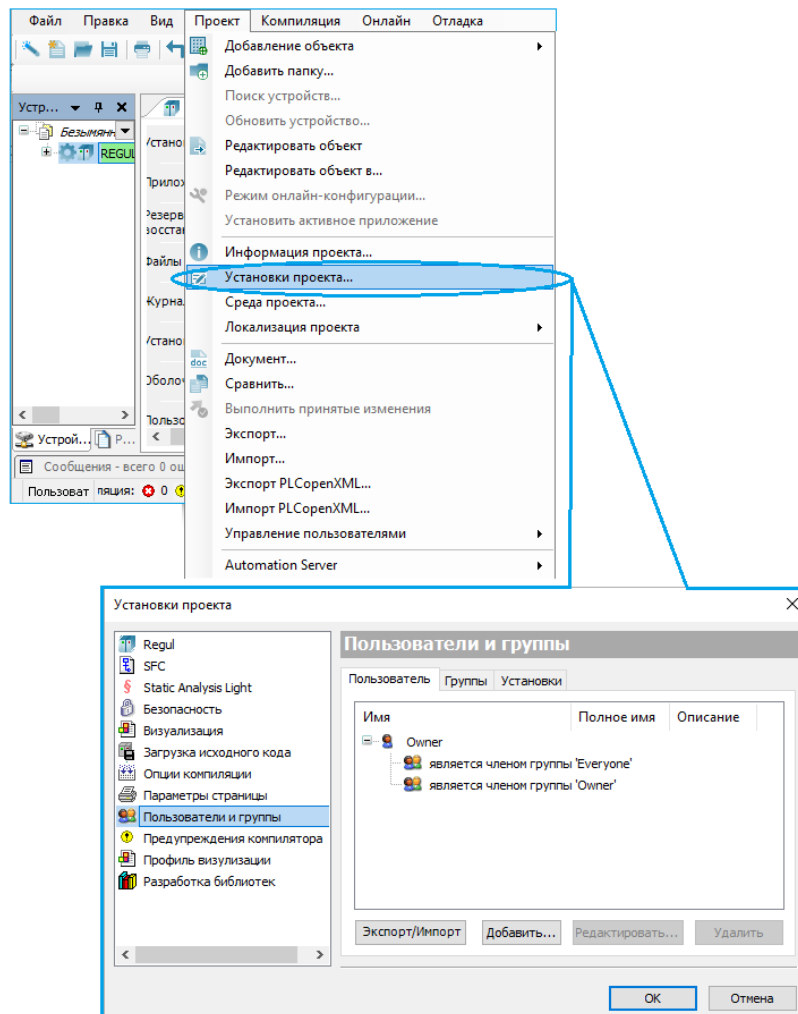

Рисунок 285 – Диалоговое окно установки проекта категории пользователи и группы
- выберите в основном меню команду **Проект(Project)** ⇒ **Установки проекта (Project Settings)...** и в появившемся окне категорию **Пользователи и группы (Users and Groups)** (Рисунок 285). Категория разбита на три подкатегории: **Пользователь, Группы и Установки;**